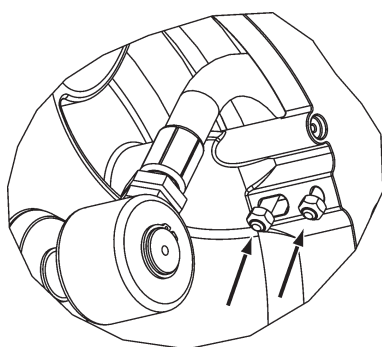

Fig. 8b
- Desconectar a mangueira como indicado na (figura 8.a) e liberar a mangueira da roda retirando os fixadores da mangueira do suporte interno do carretel (fig. 8b).